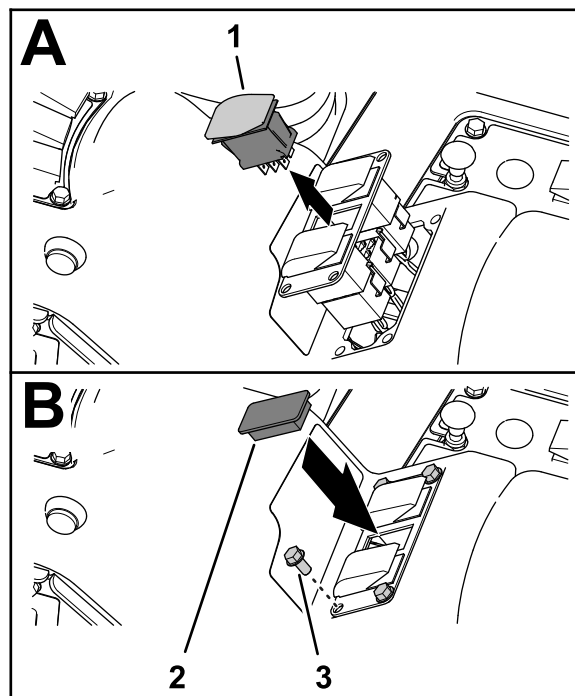

图34
2. 将喷洒率控制开关的锁定凸耳挤压到一起将开关推出 3 开关面板图34。
5. 使用在步骤 1 中卸下的 4 个凸缘头螺丝 1/4 x 1/2 英寸将 3 开关面板组装到控制台上图34。